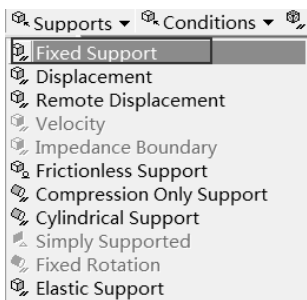

图 6-79 选择约束
Step2：选择 Environment (环境) 工具栏中的 Supports Fixed Support 命令，如图 6-79 所示。